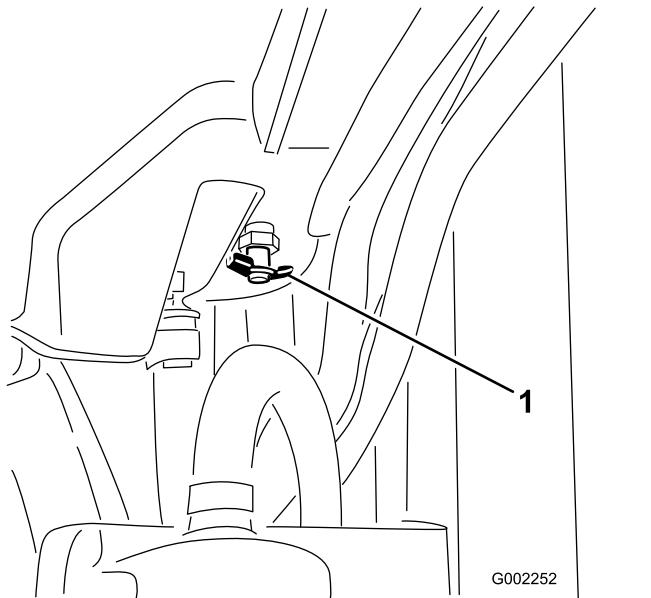

Figura 83
4. Abra la válvula de vaciado y deje que el refrigerante se drene en el recipiente (Figura 83).
- 5. Cierre la válvula de vaciado (Figura 83).